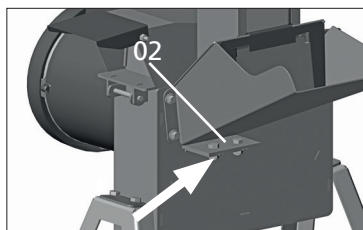
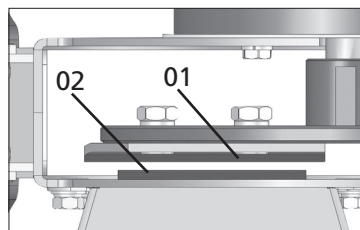

Fig. 14
Fig. 15
Solte as porcas sextavadas, conforme [Fig. 14], e desloque a contralâmina (2) até que as lâminas (1) passem à distância de aproximadamente 1,5 mm da contralâmina (2), [Fig. 15].